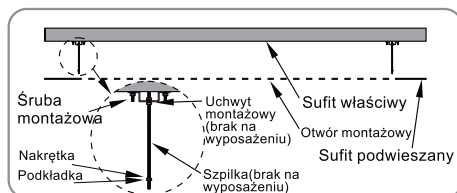

Rys. 7. Użyj szpilek do montażu w wysokim suficie.
3. W zależności od wartości H (odległość pomiędzy sufitem właściwym, a sufitem podwieszającym) należy nawiercić sufit właściwy zamocować kołek rozporowy M8\*80 lub dłuższy, zobacz Rysunki 6 i 8. W przypadku instalacji w wysokim suficie uchwyt montażowy należy zainstalować za pomocą kołków rozporowych M8\*60, zobacz Rysunek 7 i 9.